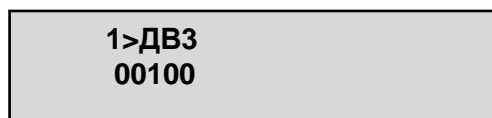

Рисунок 5.8 – Введення блокування МТЗ в інверсному режимі
3) Щоб ввести інверсний режим «ДВ3», необхідно кнопками  - вгору або  - вниз встановити «1» (рисунок 5.8).